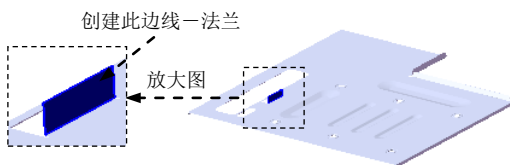

图 17.10.95 创建边线一法兰 5
Step28. 创建图 17.10.95 所示的边线一法兰 5。